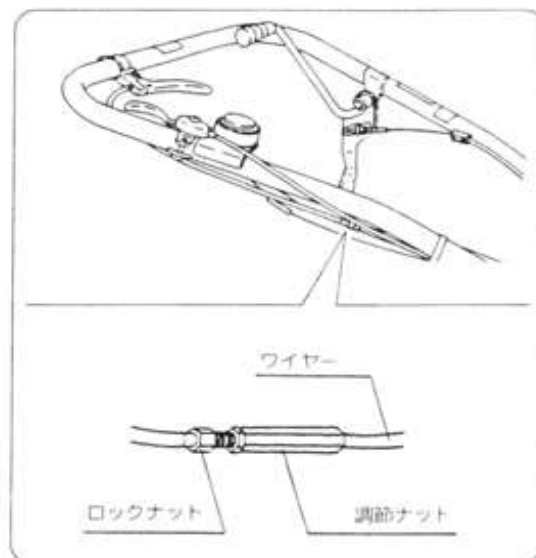

図25
- ① ロックナットをゆるめます。(図25)
- ② 調節ナットを回してハンドルの上下が移動できるように調整して、ロックナットを締めつけます。(図25)